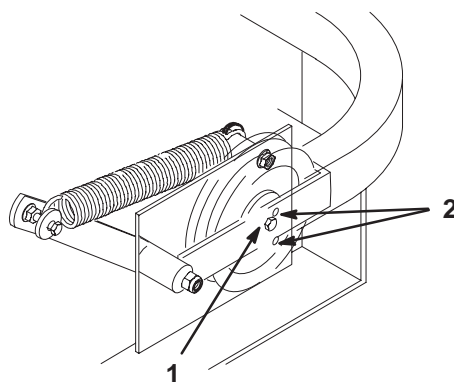

Figure 69
6. Vérifiez la tension de la courroie. Le boulon central de la poulie de tension rappelée par ressort doit se trouver entre les deux trous d'alignement de la plaque de support gauche (Fig. 69).
Note: Contrôlez la position du boulon central à la hauteur de coupe la plus basse. Le boulon central doit être au même niveau ou en dessous du trou d'alignement supérieur. Contrôlez la position du boulon central à la hauteur de coupe la plus haute. Le boulon central doit être au même niveau ou au-dessus du trou d'alignement inférieur (Fig. 69).
8. Vérifiez de nouveau la tension de la courroie. Le boulon central de la poulie de tension rappelée par ressort doit se trouver entre les deux trous d'alignement de la plaque de support gauche (Fig. 69). Réglez au besoin et serrez toute la visserie solidement.